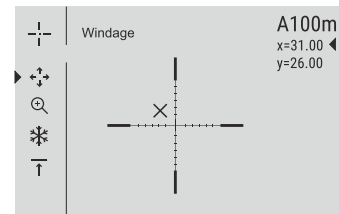

Fig.5
- Se il punto di impatto non corrisponde al punto di mira (centro del reticolo del cannocchiale), tenere premuto il tasto **M** (4) per accedere al menu principale.
- Nel centro del display compare una croce ausiliaria \times , con le relative coordinate X e Y nell'angolo in alto a destra (vedere la fig. 5).
- Cambiare la direzione di spostamento della croce ausiliaria da orizzontale a verticale con una pressione breve sul tasto **M** (4).